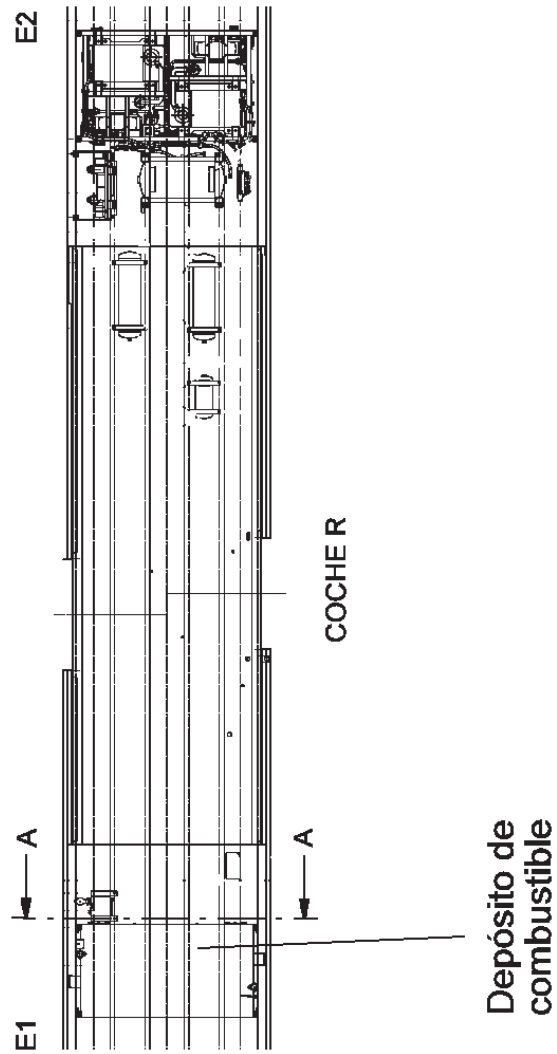

Figura 2-20. Depósito combustible
2.5.2.1 Depósito combustible (figura 2-20)